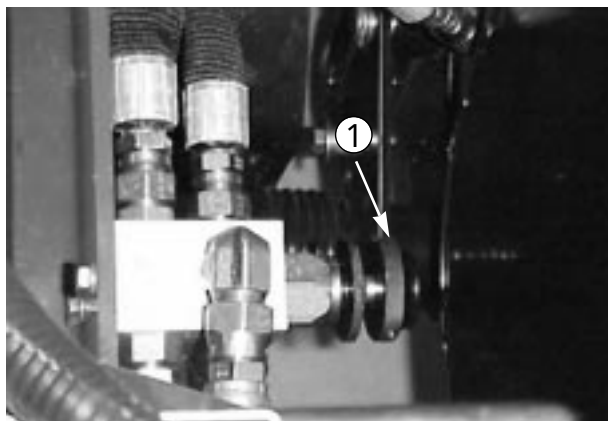

図 63
1. 調整バルブ（図63）はフードを開けて機体の左後ろ側面にある。